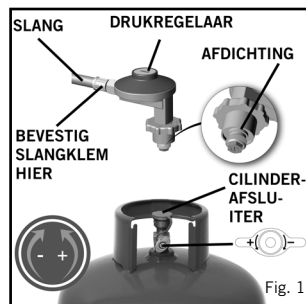

Fig. 1
- De slang en de pakking op de drukregelaar moeten worden gecontroleerd op slijtage of schade vóór elk gebruik en voordat u de gasfles aansluit (zie fig. 1).
- Controleer dit elke keer dat u het apparaat aansluit op de gasfles (zie fig. 1).